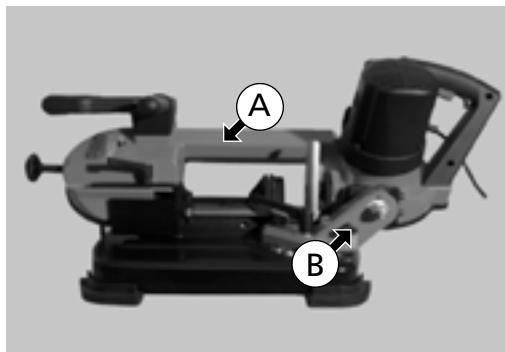

Abb. 2
Als Transportsicherung ist der Schneidkopf (A) in der unteren Position mit einem Spannbolzen (B) wie in Abb. 2 fixiert.